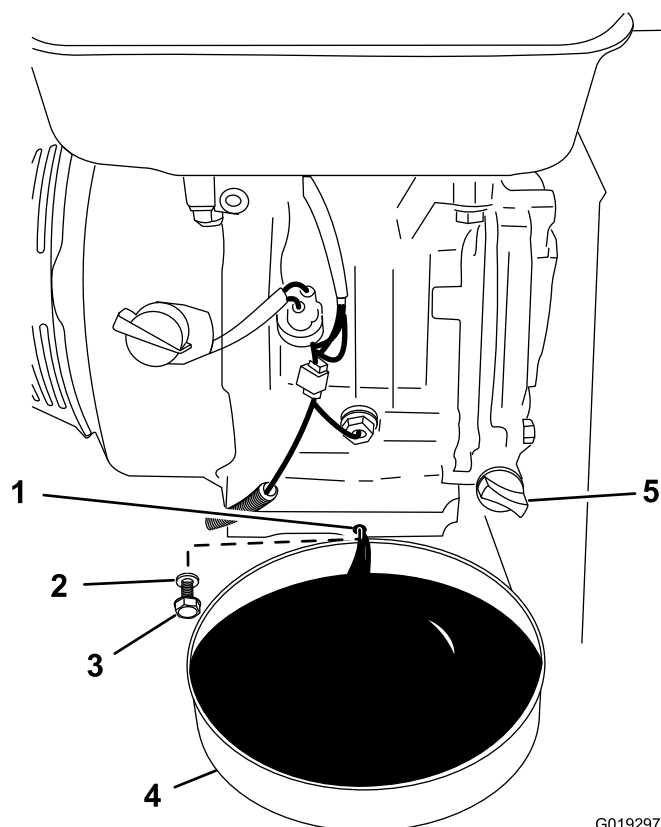

Figure 25
2. Placez un bac de vidange d'au moins 1,9 L (2 pts américaines) sous l'orifice de vidange d'huile du moteur (Figure 25).
3. Retirez le bouchon de vidange et sa rondelle, et vidangez l'huile (Figure 25).
4. Lorsque la vidange d'huile est terminée, remettez le bouchon en place, assorti d'une rondelle neuve, et essuyez les coulées d'huile éventuelles (Figure 25).